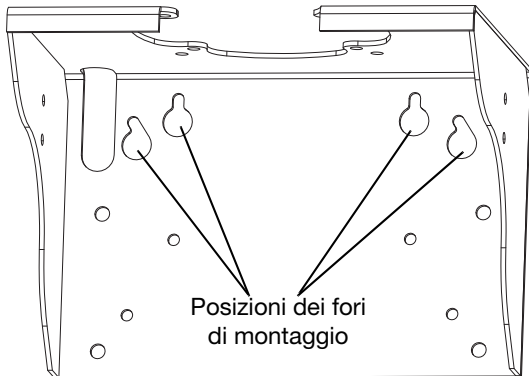

FIG. 29: Posizioni dei fori per montaggio a parete
- Assicurarsi che il supporto per montaggio a parete sia in piano utilizzando la staffa a parete come modello. Praticare quattro fori da 7/16 in. (11 mm) di diametro per i bulloni di montaggio. Vedere **FIG. 29** per le posizioni dei fermi del foro di montaggio.